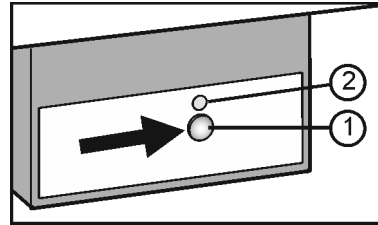

Fig. 9
- ▶ Pulse la tecla On/Off Fig. 9 (1) hasta que el LED Fig. 9 (2) se ilumine.